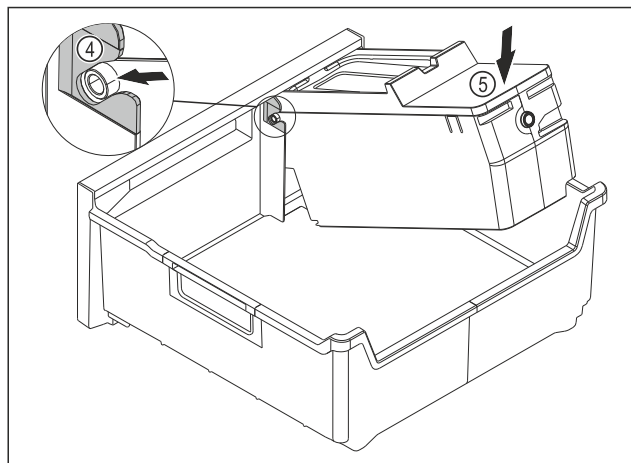

Fig. 95
- Монтаж на корпуса на EasyTwist-Ice: Вкарайте осите на корпуса на EasyTwist-Ice във водачите Fig. 95 (4).
- Натиснете надолу корпуса на EasyTwist-Ice Fig. 95 (5) отзад.